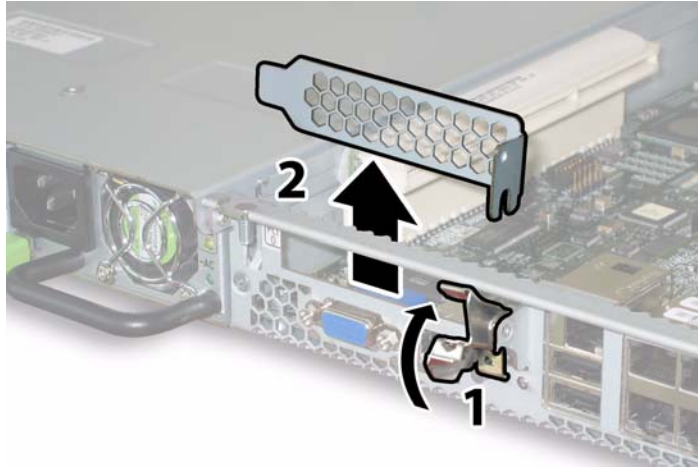

ABBILDUNG 3-41 Öffnen einer PCI-Kartenverriegelung
- b. Drehen Sie alle Kartenverriegelungen nach oben, um die hintere Kante der PCI-Karten freizugeben. Arbeiten Sie dabei von der Gehäuserückseite aus. Die Lage der Verriegelung geht aus ABBILDUNG 3-41 hervor.